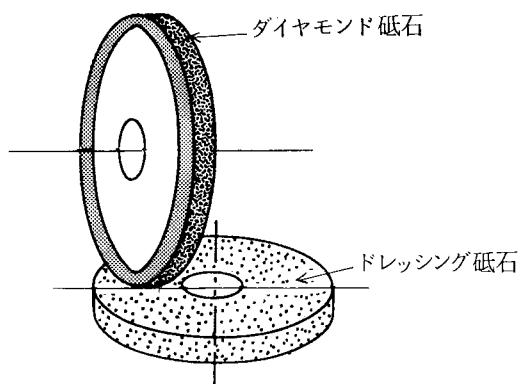

図 2-14
- ④ ダイヤモンド砥石を手動で下方に送り、ドレッシング砥石の内径に近い部分に近づける(図2-14)。
- ⑤ ビニールシートでおおって研削液を注水する。